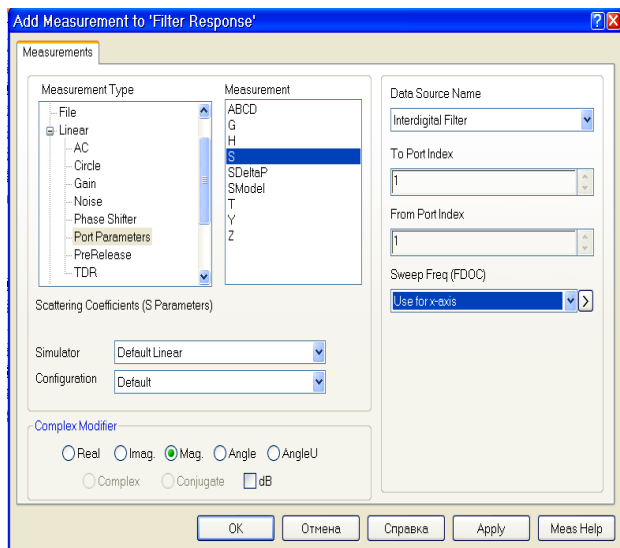

Рис. 6.34
3. Выберите в меню **Project>Add Measurement** (Добавить измеряемую величину), или щёлкните правой кнопкой мышки по имени графика **Filter Response** в окне просмотра проекта и выберите **Add Measurement**, или щёлкните левой кнопкой мышки по значку **Add New Measurement** на панели инструментов. Откроется диалоговое окно **Add Measurement** (рис. 6.34).